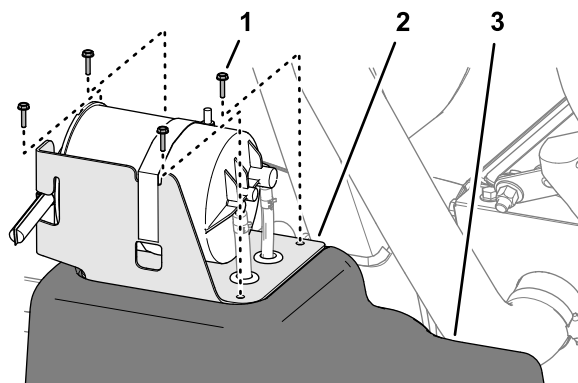

图 71
2. 在油箱处卸下将碳罐支架固定至油箱顶部的 4 个螺丝 (#10 x 3/4 英寸 图 71)。